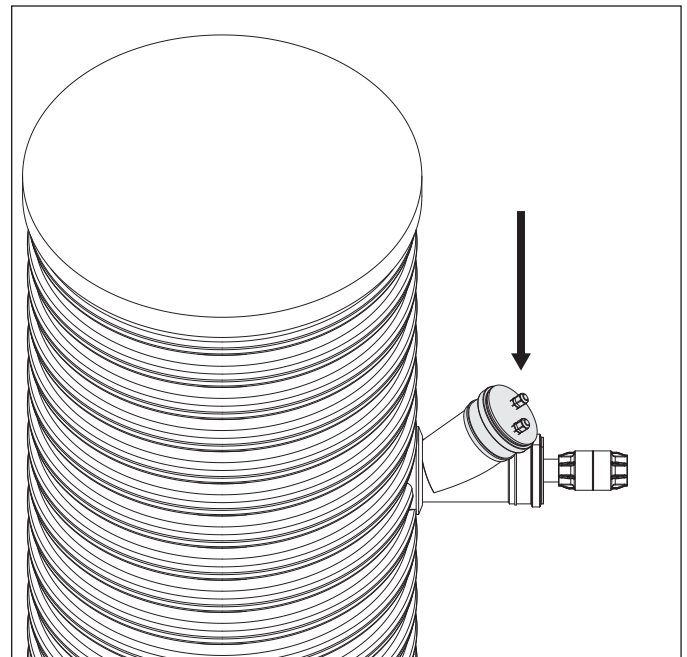

Bild 5
- Borra två 16 mm:s hål (bild 5) i pluggen 110 och montera kabelbusningarna i hålen och tryck fast pluggen i grenröret.